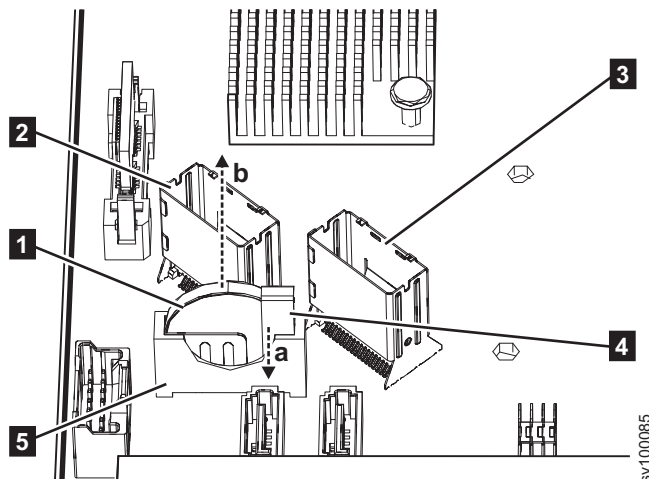

図 128. 2145-SV1 CMOS バッテリーの取り外し
- a. 156 ページの図 128に示されている方向 (a) に向かって、バッテリー・ホルダー・キャッチ **4** をバッテリーから引き出します。
- b. 親指と人差し指を使って、156 ページの図 128 に示されている方向 (b) に向かって、バッテリーをホルダー **5** から持ち上げます。